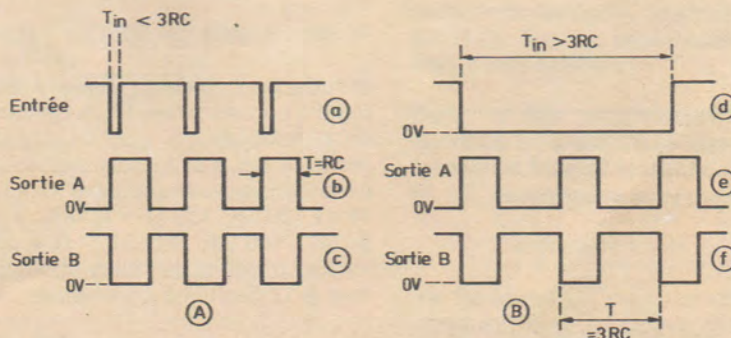

Figure 2
Cela est indiqué à la **figure 2**.
A la **figure 2 (B)** on indique la forme des signaux lorsque la mise au niveau bas (ou zéro) du point 5 dure plus que 3 RC. C'est le fonctionnement en multivibrateur astable, tant que T_{in} n'est pas arrêté par un passage au niveau haut. Comme précédemment lorsque la tension d'entrée passe au niveau zéro, le signal A passe au niveau 1 et le signal B au niveau zéro.
Le signal B aura une période de 600 ms, une alternance positive de 500 ms. Si l'on examine les signaux de (B) **figure 2** et si $T_{in} = 10 RC$ par exemple, soit $1\ 000$ ms = 1 s, la période des signaux A et B est $3R_1C_1 = 300$ ms. Il y aura par conséquent, durant une seconde, trois périodes de 300 ms, plus une fraction de 100 ms de la période suivante. Il est possible d'obtenir un signal à double périodicité, en choisissant des rapports entiers.